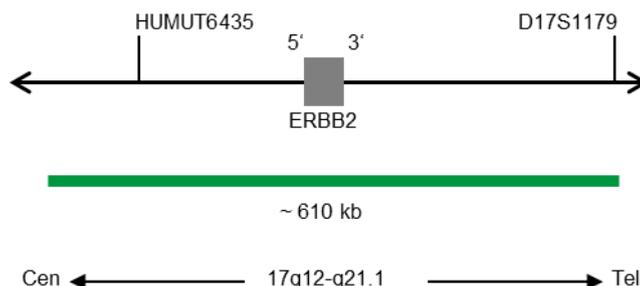

Fig. 1: SPEC ERBB2 Mappa della sonda (non in scala)
- Polinucleotidi (~10 ng/ $\mu$ l) marcati con ZyGreen (eccitazione 503 nm/emissione 528 nm), le cui sequenze target mappano in 17q12-q21.1\* (chr17:37,572,531-38,181,308) che ospitano la regione del gene ERBB2 (vedere Fig. 1).